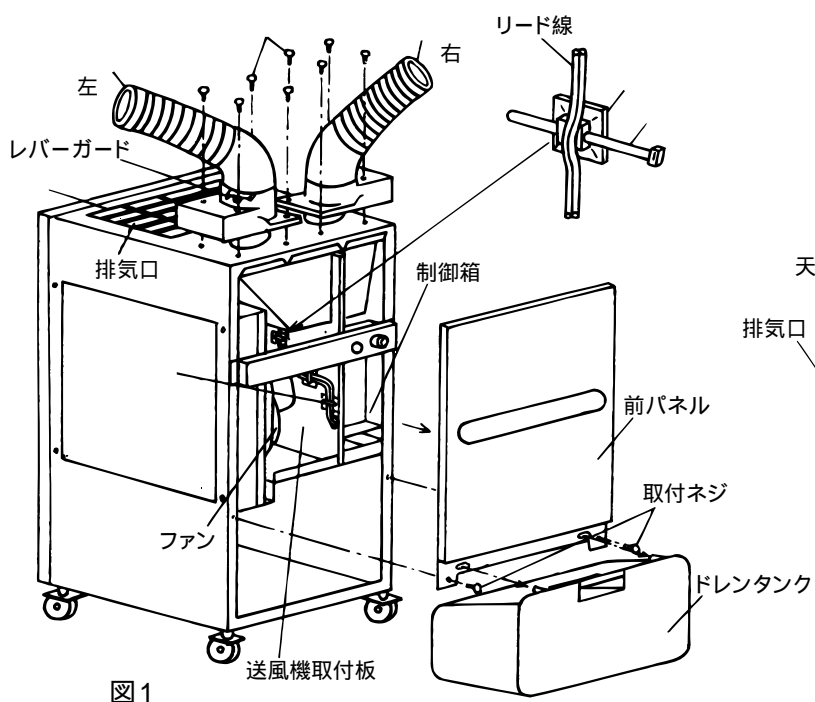

図1
- (1) ユニットの運転スイッチを「停止」にしてください。又、手元開閉器電源も「OFF」してください。
- (2) 本体前面のドレンタンクを外してください。
- (3) 前パネル取付ネジ(2本)を外してから前パネルを外してください。
- (4) 自動首振り装置の取付穴に付いているキャップ(4個)を取外し付属の取付ネジにて図1に示す要領で取付けてください。